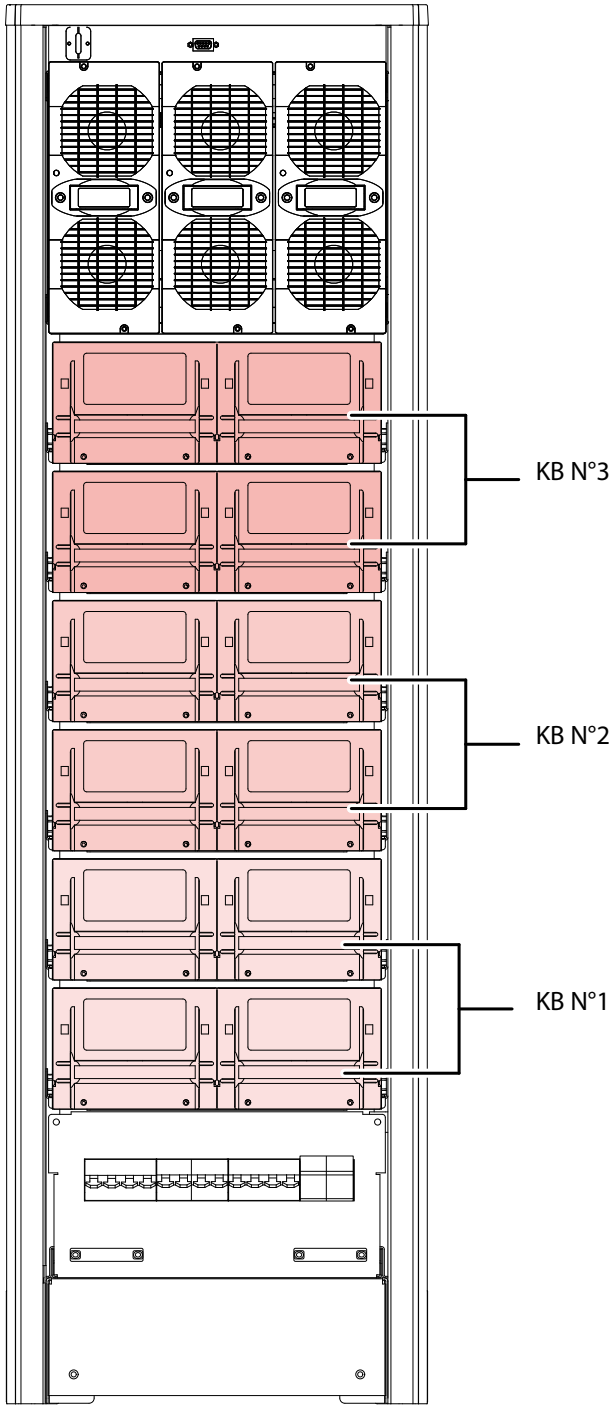

Fig. 5
3. Remove the 4 battery drawers belonging to the same KB (see Fig. 5 and 6). Do not remove any battery drawer to add an additional KB.
3. Estrarre i 4 cassette batterie relativi a un solo KB (vedi Fig. 5 e 6). Per aggiungere un ulteriore KB non rimuovere nessun cassetto batterie.